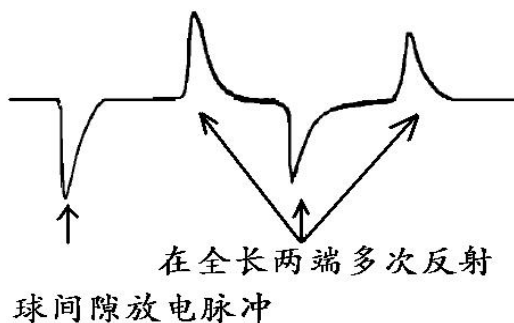

图 4-3-5 故障点未击穿时的典型波形
- ①. 故障点击穿时，球间隙放电声清脆响亮，火花较大。而没击穿时，一般球间隙放电声嘶哑，不清脆，而且火花较弱。
- ②. 电缆故障点击穿时，电压表指针摆动范围较大。而未击穿时，电压表摆动较小，
- ③. 根据仪器记录波形判断。图 4-3-5 为电缆未击穿时的典型波形。